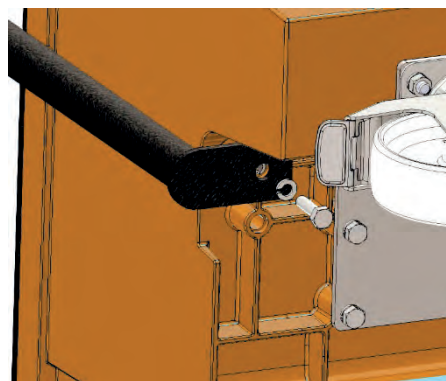

Fig. 4.1.2
- Fixer la poignée de transport au moyen des rondelles et vis fournies (Fig. 4.1.2).